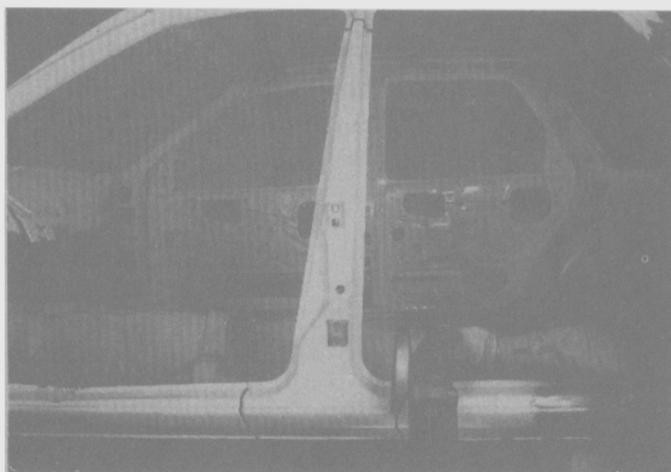

Fig. 257
- Cortar el pilar "B" (completo con el nivel interior) a lo largo de las líneas en su unión con el marco del techo y el zócalo (Fig. 257).